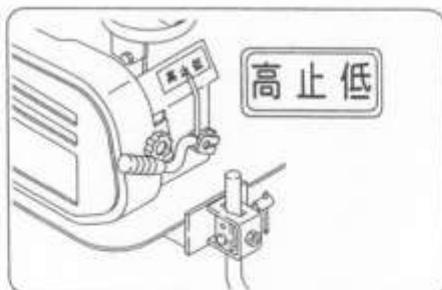

図18
3) 変速のしかた(図18)
- ① チェンジレバーの操作により前進2段の速度が得られます。